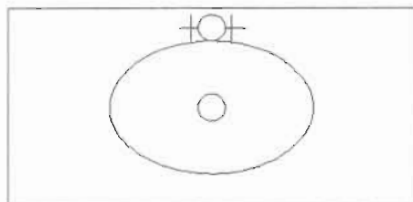

图 3-110
(5) 最后用 Line 命令在圆形的两侧绘制一个十字形, 这样就完成了台盆视图的绘制, 效果如图 3-110 所示。